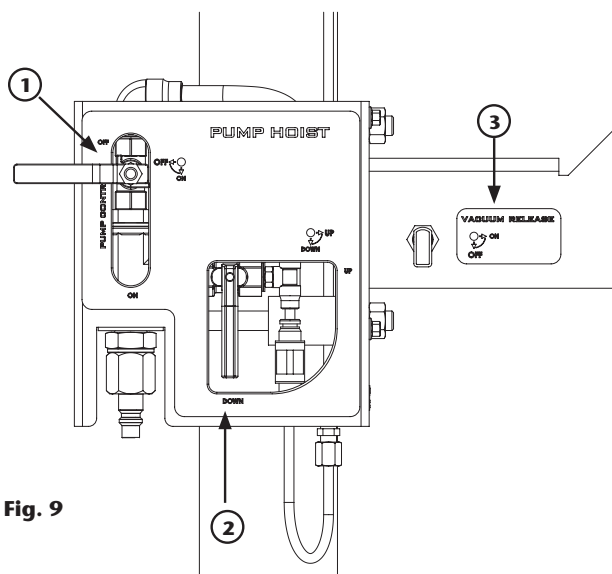

Fig. 9
1. Verificar que a alavanca do painel de controle está na posição "UP" (acima) (2) (fig. 9).
4. Deixar o compactador descer até o tambor (2) (fig. 9).
1. Parar a propulsora colocando a válvula de controle "Pump Control" na posição "ON" 1 (fig. 9).
4. Mover a alavanca do painel de controle para a posição "UP" (para cima) 2 (fig. 9). Nesta posição o equipamento, sobe o cilindro e uma corrente de ar entra no tambor para empurrar o compactador, caso esteja sendo usado 3 (fig. 9).
6. Se o compactador estiver sendo usado fechar a válvula de ar 3 (fig. 9).